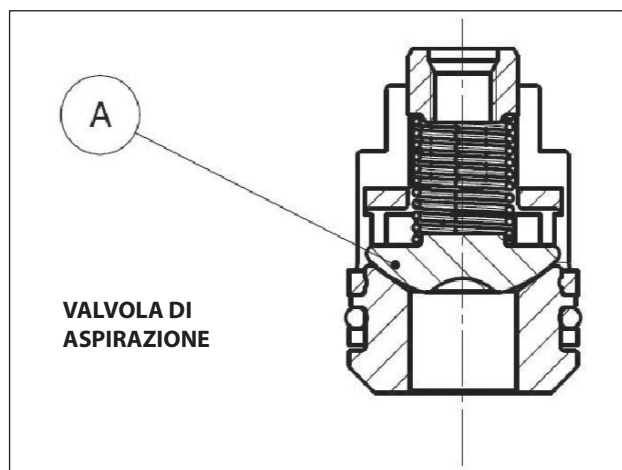
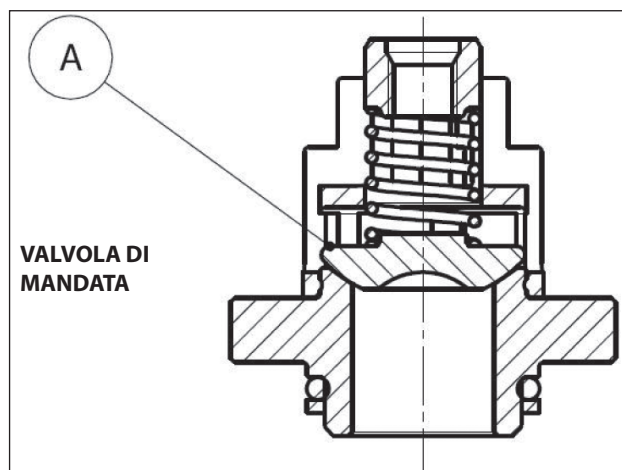

Fig. 26
Fig. 27
2. Per versione HS18 inoltre fare attenzione a non invertire anche le valvole sferiche di aspirazione con quella di mandata "A" (Fig. 26, Fig. 27), pos. esploso 46 come indicato nel capitolo 16 del **Manuale uso e manutenzione**.